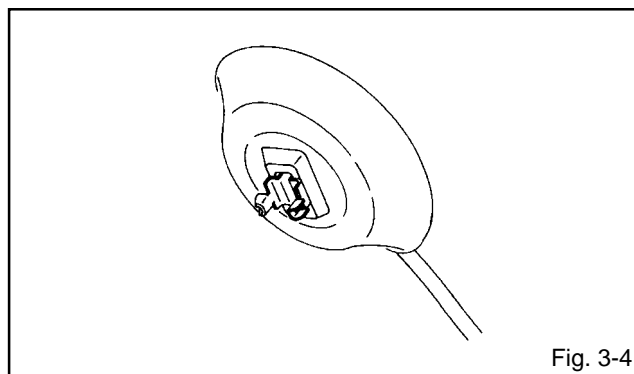

Fig. 3-4
3. Turn over the Rubber Cap. (Refer to Fig. 3-4.)